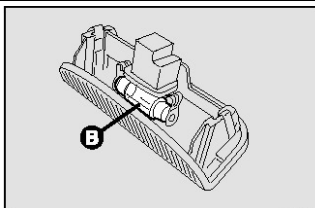

рис. 41
- Для замены лампы **B** - **рис.41**, извлеките ее из пружинных контактов; убедитесь, что новая лампа надежно зафиксировалась в контактах;